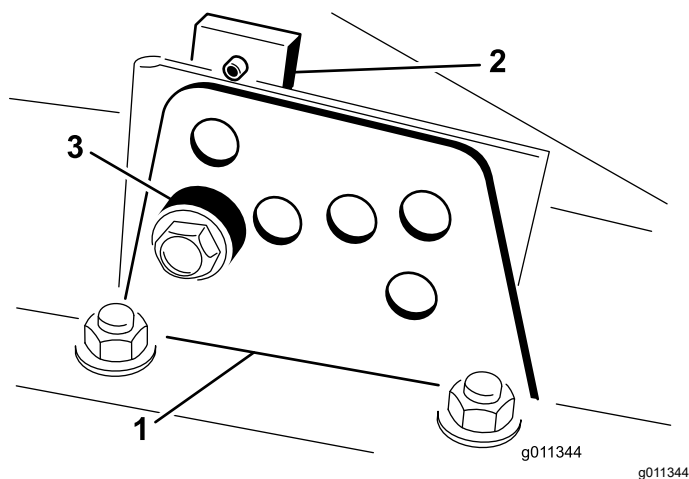

Figure 21
2. Desserrez le boulon qui fixe le support de hauteur de coupe à la plaque de hauteur de coupe (à l'avant et de chaque côté), comme montré à la Figure 21.
4. Tout en soutenant la chambre, déposez l'entretoise (Figure 21).